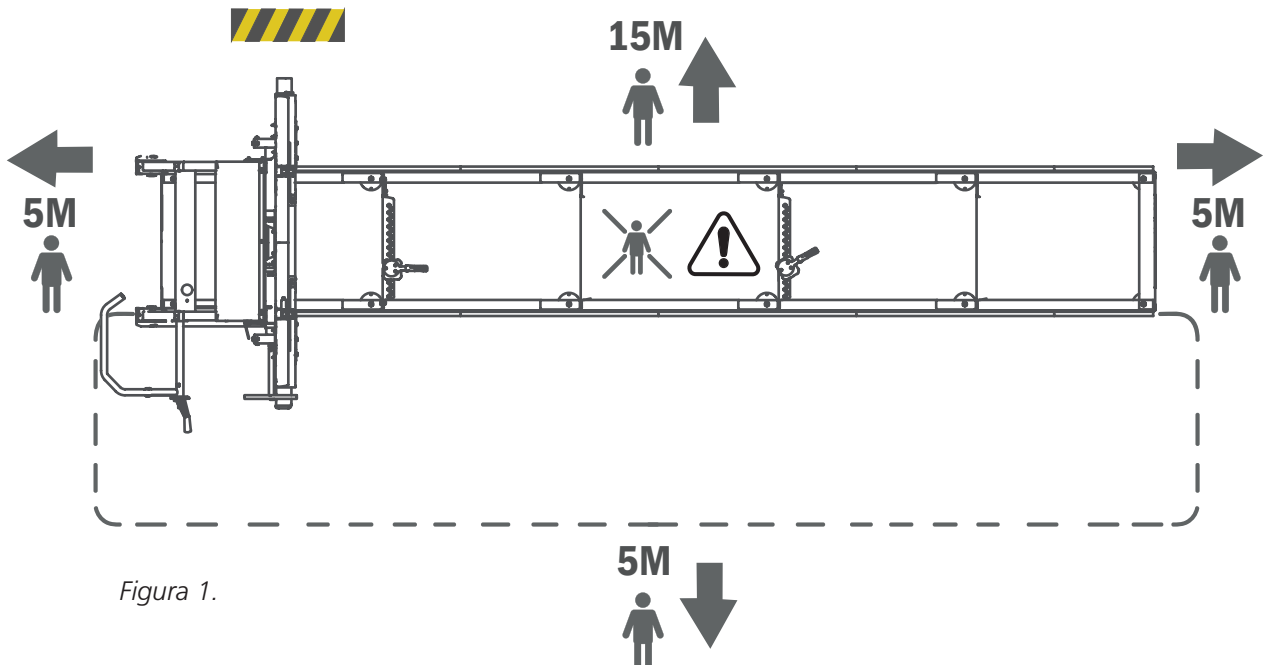

Figura 1.
-  Distancia mínima de seguridad alrededor del aserradero de cinta [figura 1]. Obsérvese que la distancia de seguridad del lado izquierdo del aserradero es de 15m, debido al riesgo de expulsión de la cinta a través del sistema de escape de viruta (aserrín), la distancia de seguridad de los otros lados es de 5m [figura 1]